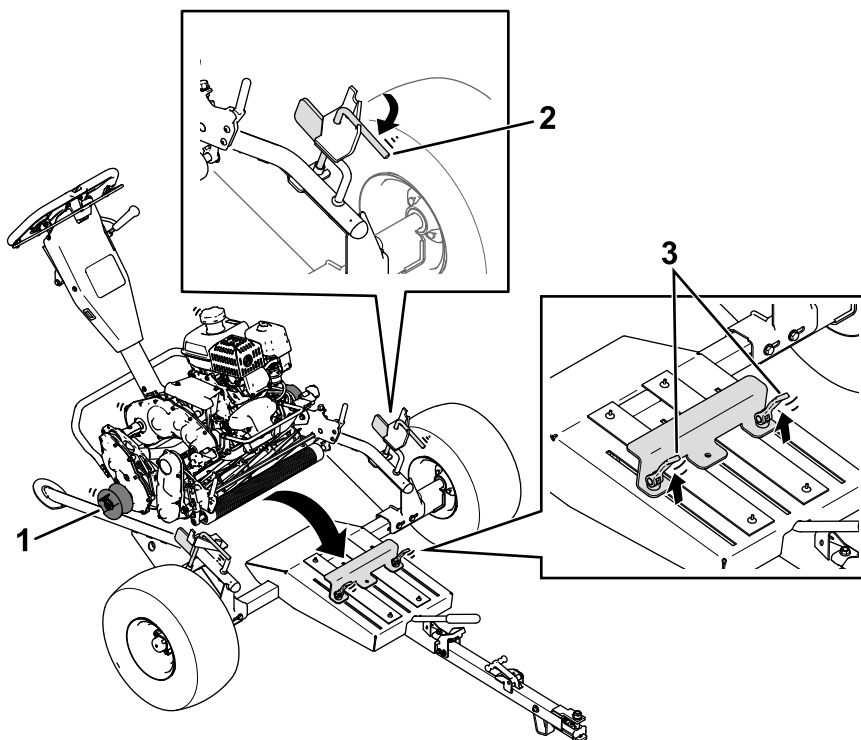

Figura 9
1. Abra las varillas de retención a ambos lados del remolque (Figura 9).